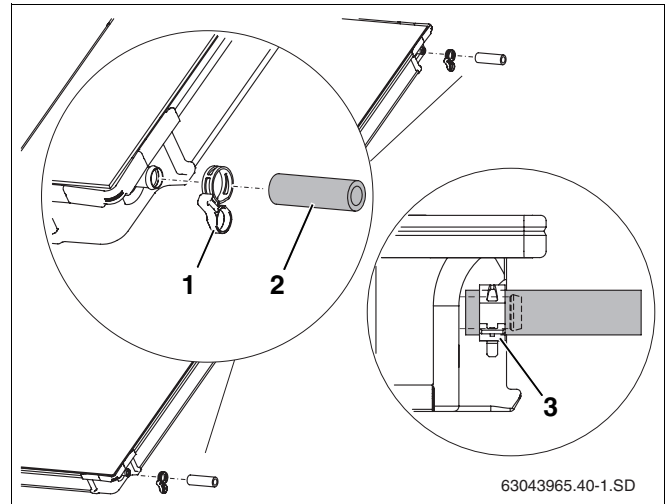

Fig. 42 Premontarea setului de legătură la al doilea colector
- Se poziționează furtunele solare 95 mm (Fig. 42, **Poz. 2**) pe racordurile din dreapta ale colectoarelor.
- Colierele arc (Fig. 42, **Poz. 1**) se împing peste furtunul solar (cel de-al doilea colier va asigura mai târziu racordul celorlalți colectori).
- Când colierul arc este poziționat corect, strângeți inelul de siguranță, pentru a asigura legătura (Fig. 42, **Poz. 3**).